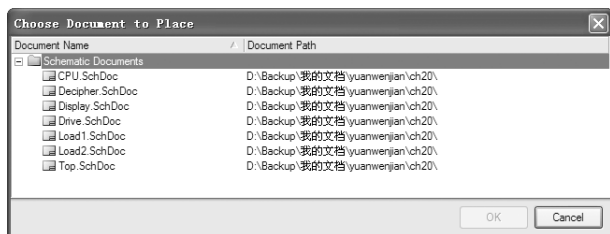

图 15-29 “Choose Document to Place”对话框
3) 在“汉字显示屏电路.SchDoc”工作界面中，选择菜单栏中的“设计”→“HDL 文件或图纸生成图表符”命令，系统将弹出如图 15-29 所示的“Choose Document to Place”（选择放置文档）对话框。